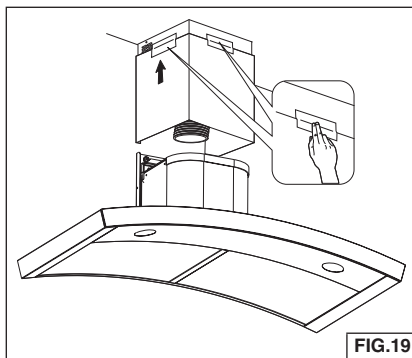

FIG.19
6. Fixez temporairement les conduits supérieur et inférieur ensemble avec du ruban à conduit, tel qu'illustré. Fig. 19.